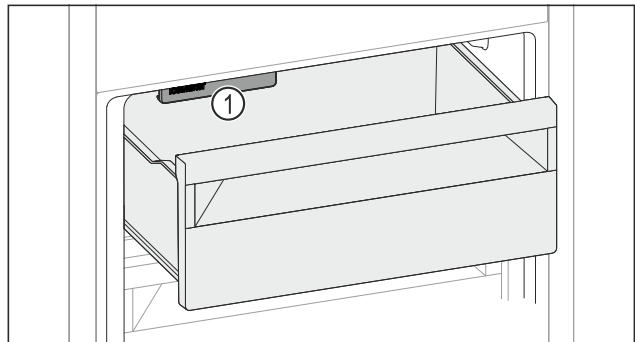

Fig. 235
- ▶ Helyezzen élelmiszert a fiókba. Ha a fiók bal oldalára helyez be élelmiszert: Vegye figyelembe az IceMaker-t Fig. 235 (1).